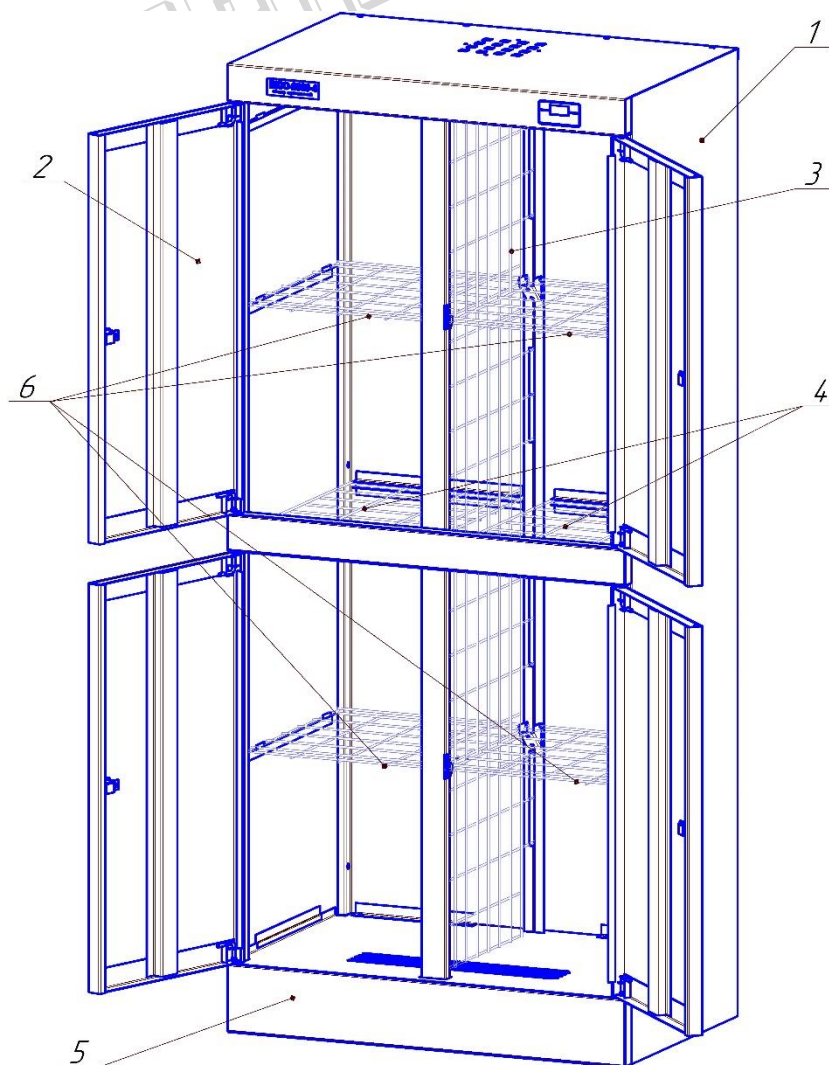

Рис. 1 Шкаф сушильный для одежды ШСО-2000-4
- 3.1. Шкаф (рис.1) состоит из верхней части корпуса (поз.1), который разделен сетчатыми перегородками (поз.3, 4) по высоте и ширине на четыре отдельные секции с индивидуальной дверью (поз.2) на каждую секцию. В дверях установлены почтовые замки.